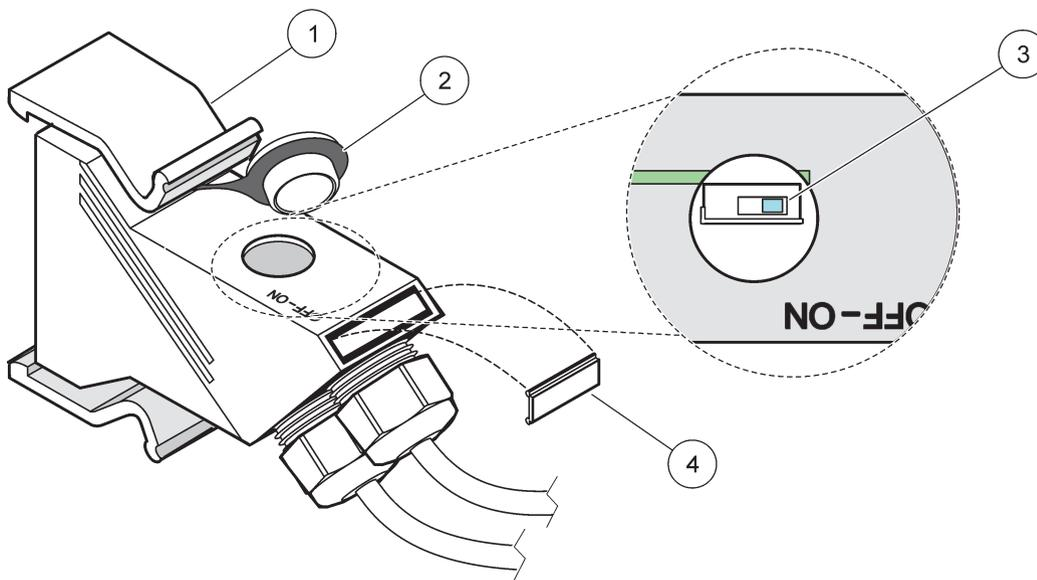

Figure 32 Réglage d'une résistance de raccordement (commutateur DIP dans le connecteur)
14. Placer une résistance de raccordement au niveau du dernier connecteur de réseau sur la position de marche (voir Figure 32 et Tableau 11).